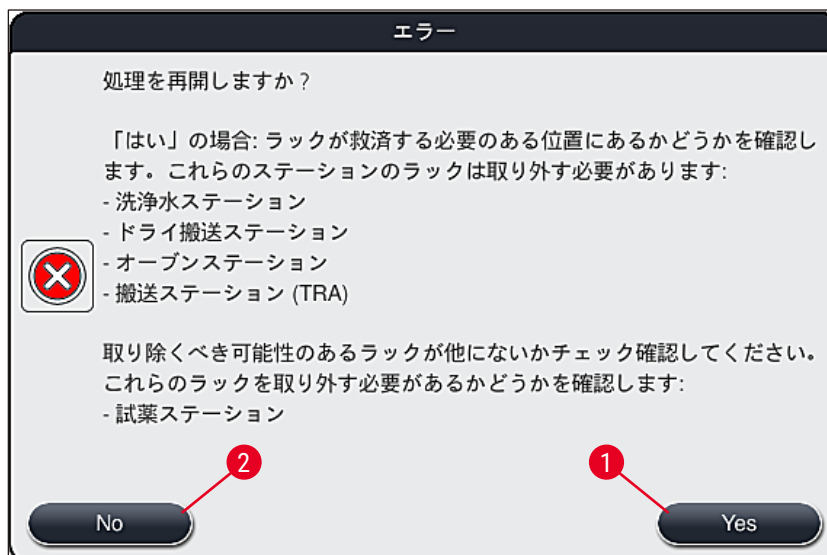

図 112
4. ここでオペレーターは、染色プロセスを再開するか (→ P. 139 – 8.2.2 電源障害後の染色処理の再開)、またはキャンセルするか (→ P. 140 – 8.2.3 電源障害後の全染色処理のキャンセル)(→「図 112」) を選択できます。
2. 直前の情報メッセージ (→「図 112」) に従って救済を要するラックを装置から取り出し、画面上の対応するステーション (→「図 113-1」) を押して取り出したことを確認します。
染色処理をキャンセルし、前の選択メニュー(→「図 112」)に戻るには、「キャンセル」ボタン(→「図 114-2」)を押します。